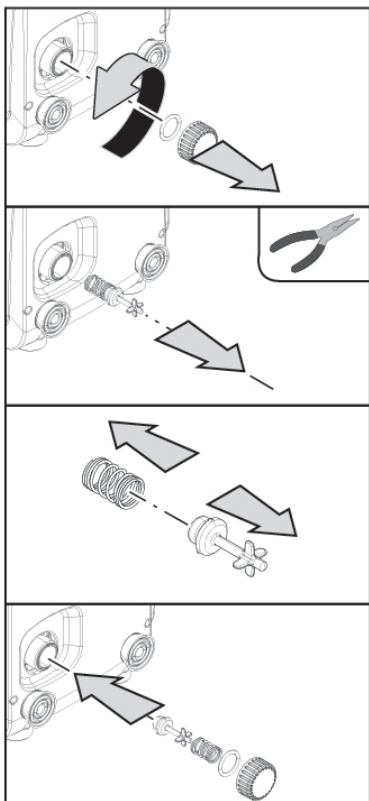

Figure 18
3. retirer malgré tout le bouchon de vidange sur le pan E, en veillant à ne pas faire tomber le joint torique (Fig. 18);